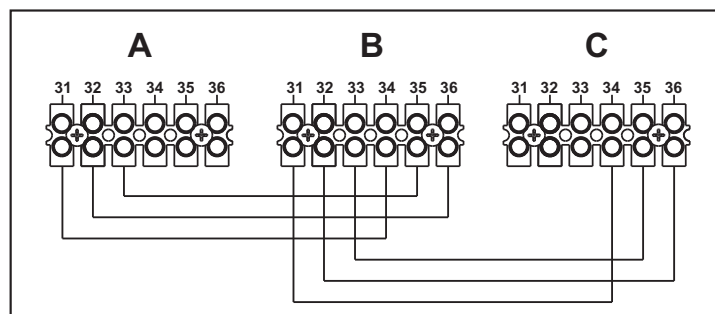

fig. 54 - Conexión en cascada
1. Conecte los módulos como se indica en la fig. 54 (**ejemplo con 3 módulos**).
Si el funcionamiento no es correcto, desconecte la alimentación eléctrica y controle el cableado en la fig. 54.